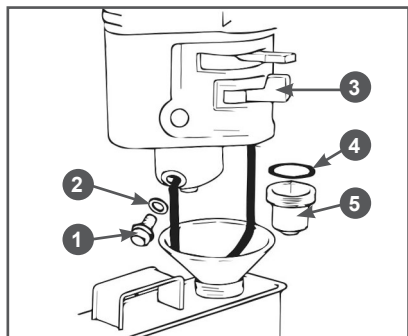

Рис. 23 Обслуживание карбюратора
1. Установите под карбюратор подходящую емкость (Рис. 23).
2. Установите рычаг топливного крана 3 в положение «ЗАКРЫТО» (Рис. 23).
3. Открутите болт 2 сливного отверстия и слейте топливо из поплавковой камеры карбюратора в приготовленную для этого ёмкость (Рис. 23).
4. Открутите стакан отстойника 5, вылейте из него топливо в заранее подготовленную емкость (Рис. 23).